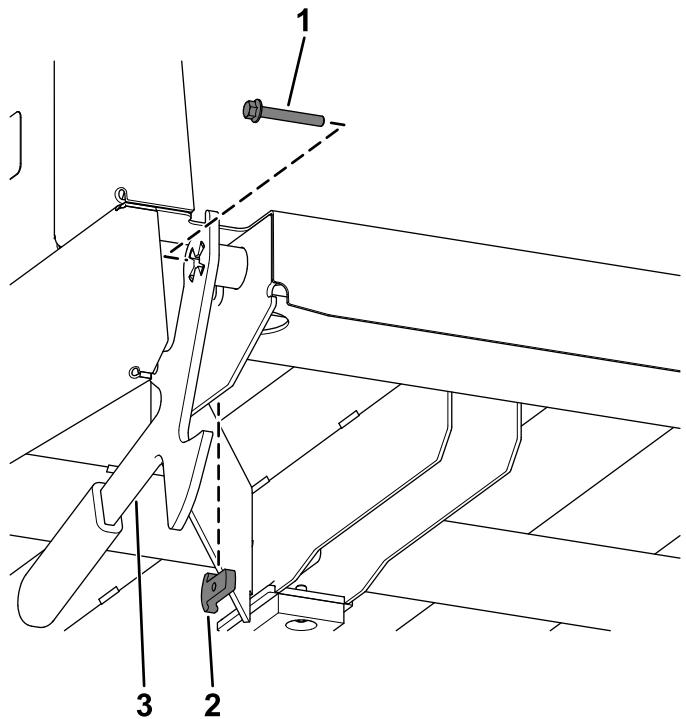

Figure 10
2. Retirez le boulon à embase ($\frac{1}{4}$ " x $1\frac{3}{4}$ ") et la plaque filetée qui fixent le verrou sur le tube (Figure 10).
3. Déposez le verrou (Figure 10).